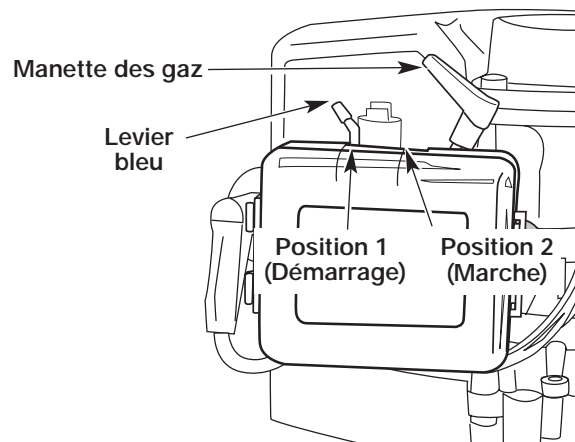

Fig. 3
3. Mettez le levier bleu en Position 1 (Fig. 3).